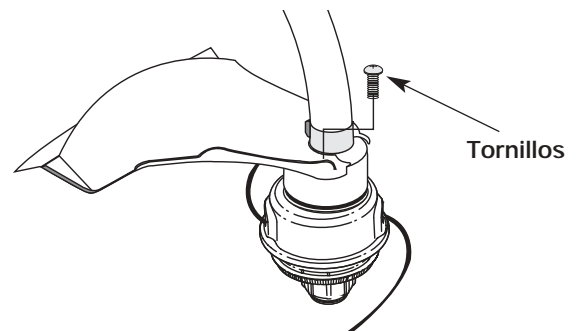

Fig. 5
3. Instale los cuatro (4) tornillos con un destornillador Phillips regular (Fig. 5). Ajuste bien.